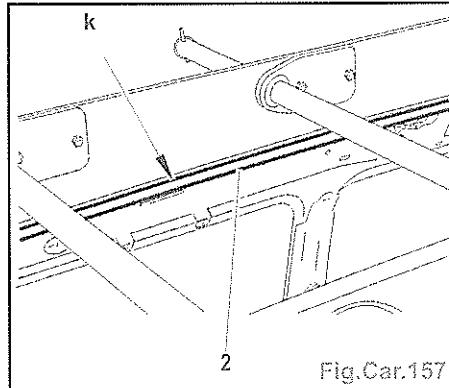

Fig.Car.157
Nota : Veiller à ce que le profilé de protection (k) vienne bien se positionner sur le bord du joint enjoliveur (2) sans chevaucher sur celui-ci (Fig.Car.157).